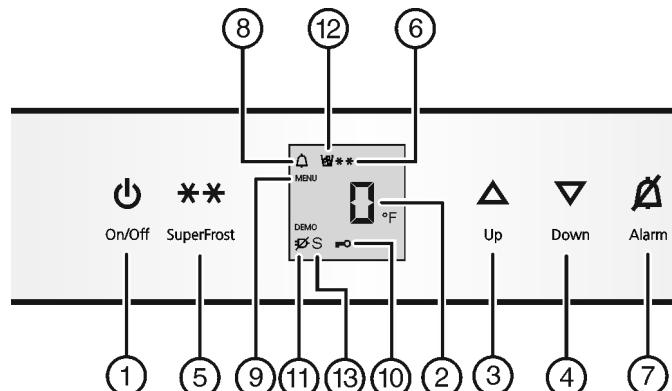

Fig. 2
- ▶ Appuyer sur la touche On/Off Fig. 2 (1).
- ▶ Activer le mode de réglage : appuyer sur la touche SuperFrost Fig. 2 (5) pendant env. 5 s.
- ▷ Le symbole Menu Fig. 2 (9) luit.
- ▶ Régler le nombre de + avec la touche de réglage Up Fig. 2 (3)/ Down Fig. 2 (4).
- ▶ Confirmer : enfoncez brièvement la touche SuperFrost Fig. 2 (5).
- ▶ Sélectionner l'affichage en °F ou °C avec la touche de réglage Up Fig. 2 (3) ou Down Fig. 2 (4).
- ▶ Quitter le mode de réglage: Appuyer sur la touche On/Off Fig. 2 (1).
- ▶ Activer le mode de réglage : appuyer env. 5 sec. sur la touche SuperFrost Fig. 2 (5).
- ▷ Le symbole Menu Fig. 2 (9) est allumé.
- ▶ A l'aide de la touche de réglage Up Fig. 2 (3) ou Down Fig. 2 (4), sélectionner c.
- ▶ Confirmer : appuyer brièvement sur la touche SuperFrost Fig. 2 (5).
- ▶ Appuyer brièvement sur la touche SuperFrost Fig. 2 (5) pour activer la sécurité enfants.
- ▷ Le symbole Sécurité enfants Fig. 2 (10) est allumé. L'affichage c clignote.
- ▶ appuyer brièvement sur la touche SuperFrost Fig. 2 (5) pour désactiver la sécurité enfants.
- ▷ Le symbole Sécurité enfants Fig. 2 (10) s'éteint. L'affichage c clignote.
- ▶ Désactiver le mode de réglage : appuyer sur la touche On/Off Fig. 2 (1).
L'affichage de la température clignote en même temps que le symbole Alarme Fig. 2 (8).
L'avertisseur sonore s'éteint automatiquement et le symbole Alarme Fig. 2 (8) et l'affichage de température arrêtent de clignoter lorsque la température est de nouveau suffisamment froide.
- Activer le mode de réglage : appuyer env. 5 secondes sur la touche SuperFrost Fig. 2 (5).
- Le symbole Menu Fig. 2 (9) est allumé.